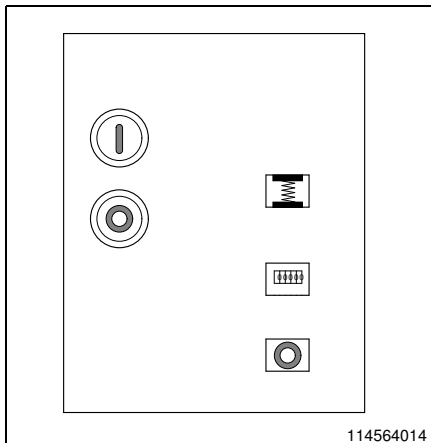

Bild 20
- Nach beendetem Spannvorgang zeigt die Einschaltspeicheranzeige die gespannte Feder (Bild 20).